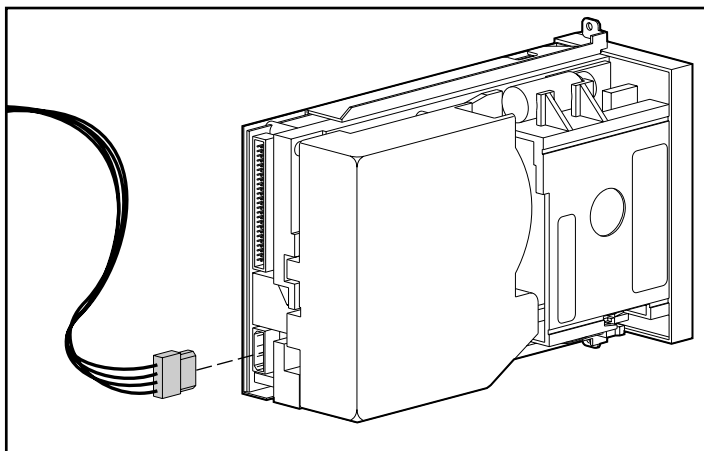

Figura 2-7: Collegamento del cavo di alimentazione all'unità DLT
6. Collegare il cavo di alimentazione all'unità a nastro. Vedere la Figura 2-7.